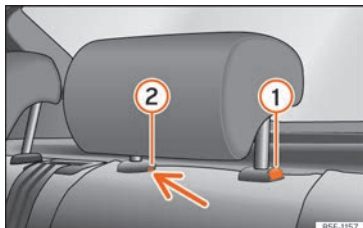

Abb. 121 Kopfstützen hinten: Ausbau.
- Drücken Sie die Taste » Abb. 121 ① und gleichzeitig mit einem Schlitzschraubendreher (Breite max. 5 mm) in die Öffnung der Verriegelung ② und ziehen Sie die Kopfstütze heraus.